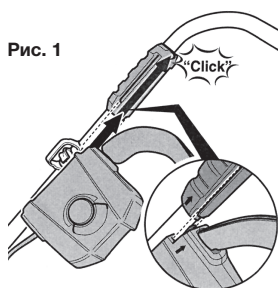

Рис. 1
2. Установите блок управления на направляющую верхней рукоятки: отсоедините боковое крепление на блоке управления, закрепите его на рукоятке и зафиксируйте крепление с помощью клипс (рис. 1)